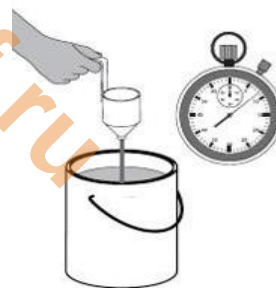

РИСУНОК 2.1. ИЗМЕРЕНИЕ ВЯЗКОСТИ.
4. Выньте измеритель из емкости и измерьте время, которое требуется для полного вытекания краски, в секундах (рисунок 2.1.).